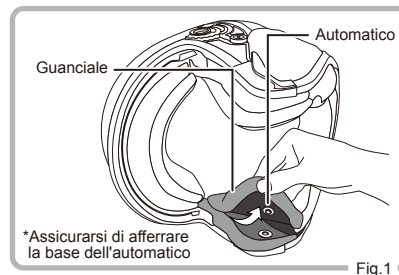

Fig.1
- ① Aprire i tre automatici sul lato posteriore dei guanciali. (Fig. 1)
- 1 Sganciare gli automatici nell'area della fronte dal casco tirando verso il basso. (Fig. 1)